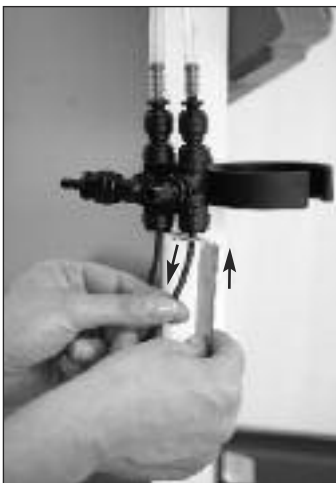

Fig.26
- ☞ Demontieren Sie beide Fühler, indem Sie die Arretierung der Steckverbindung durch Zurückziehen des äußeren Ringes lösen und gleichzeitig den Temperaturfühler aus dem Steckverbinder herausziehen, siehe Fig. 26.